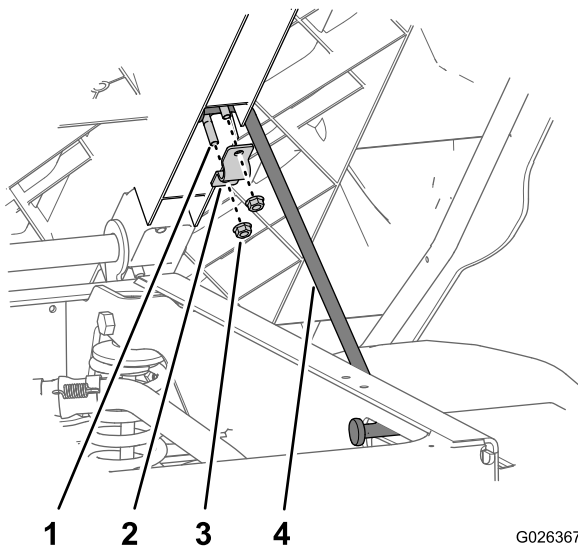

Figure 2
4. Retirez les 2 boulons de carrosserie (5/16 x 5 po) et les 2 écrous cannelés (5/16 po) qui fixent l'étrier et l'extrémité supérieure de la béquille au plateau (Figure 2).